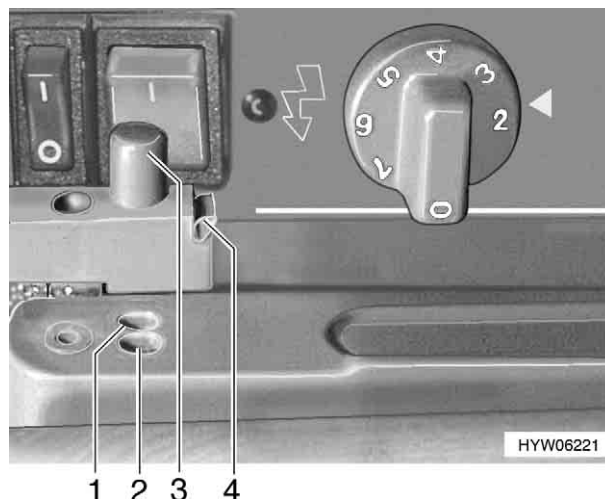

Fig. 93 Bloccaggio della porta del frigorifero
- Premere lateralmente sulla sicura di colore verde (Fig. 93,4) per sbloccare la porta. Il nottolino (Fig. 93,3) scatta all'infuori.
- Premere il nottolino (Fig. 93,3) in modo che scatti nella tacca di arresto esterna (Fig. 93,2).
- Premere il nottolino (Fig. 93,3) in modo che scatti nella tacca di arresto interna (Fig. 93,1). In questo modo la porta rimane ferma in posizione socchiusa.